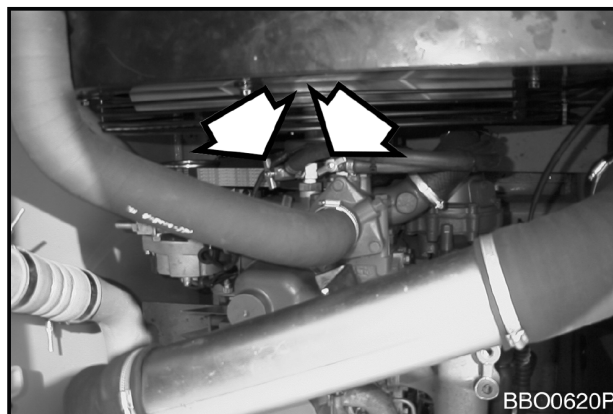

Рис. 73
4. Открыть клапан отключения обогревателя (рис. 73), чтобы дать возможность охлаждающей жидкости стечь из сердцевины обогревателя.